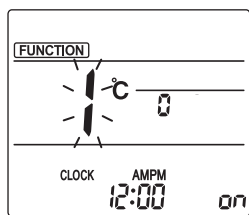

Fig. 3-1
- ① Переход в режим ручной настройки дефлектора. Нажмите кнопку [MENU]. (Начните эту операцию с выключенного дисплея дистанционного пульта управления.) Появится индикация "FUNCTION" (ФУНКЦИЯ), и будет мигать "1". (Fig. 3-1) Нажмите кнопку [↔] для выбора "2", затем нажмите кнопку [SET].